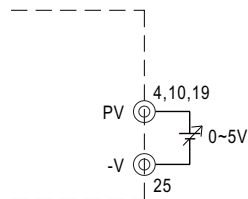

图3.1:加一个0~5V外部电压
(1)在CN500的PV(4,10,19)和-V(25)间连接一个外部直流电压源,如图3.1所示